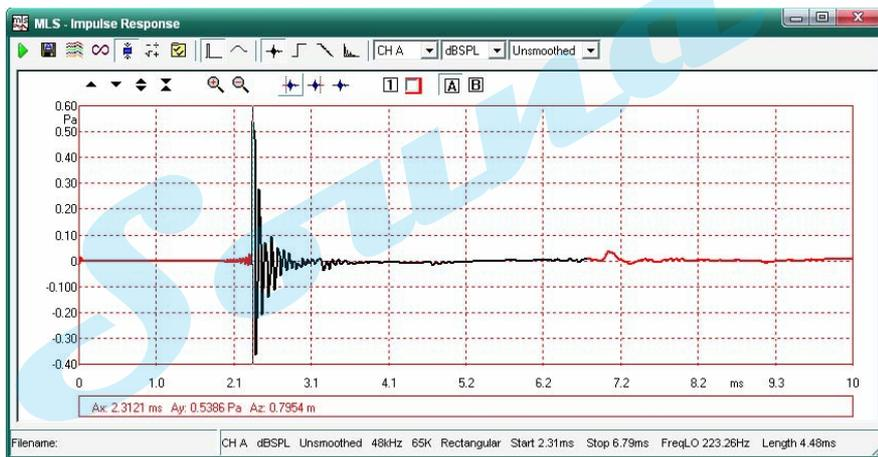

图9-19
9) 剔除信号的延时，即在时域界面进行脉冲信号的前延时刻除，操作同上节5)操作获得如图9-19 约2.3~6.7毫秒的有效时域，进行相位FFT 运算。